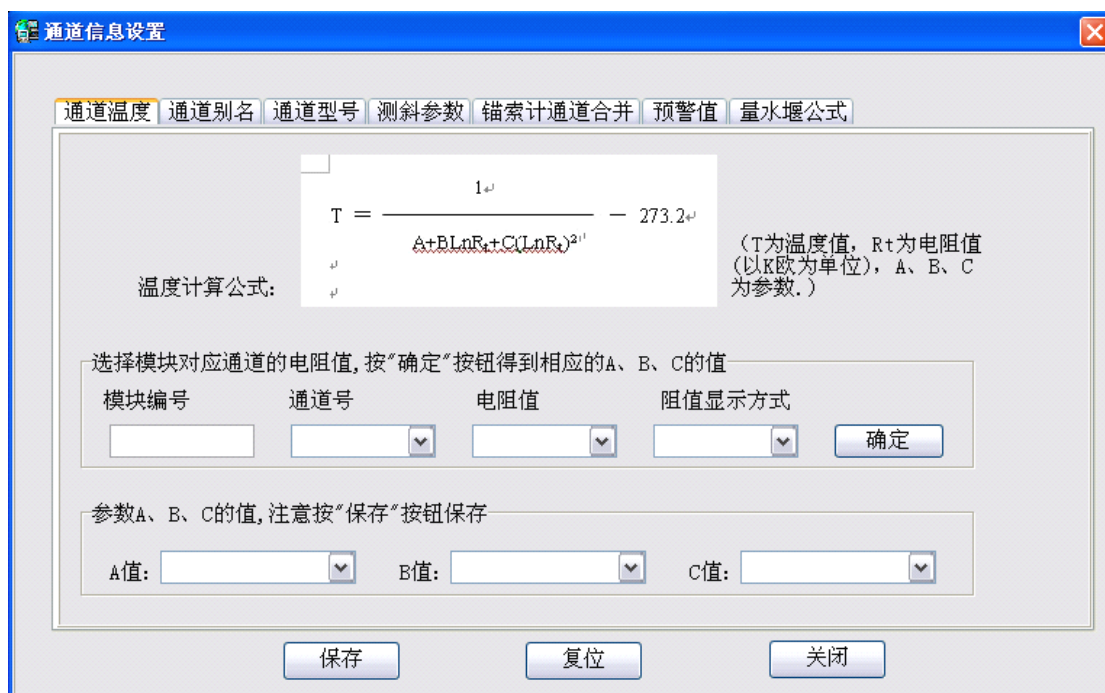

图 11 通道温度设置
- (2) 通道信息设置：通道信息设置包括 3 个方面：通道温度设置、通道别名设置、通道型号设置。
a)通道温度：针对采用电阻式原理的温度传感器，设置温度计算公式的参数。可分通道进行设置或全部通道一起设置，选择每个通道所用的电阻的大小，全部设置完后按确定键得到 A、B、C 的值，最后进行保存。如图 11。